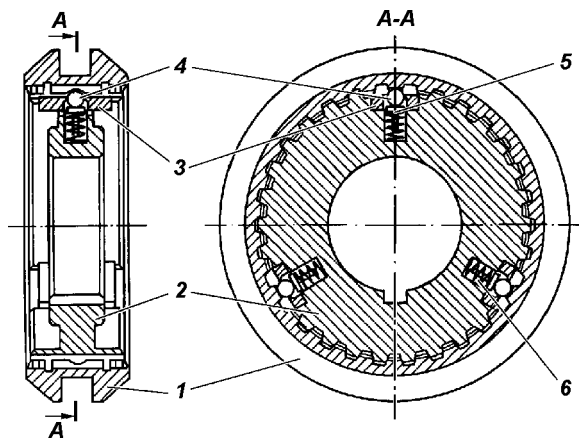

Рис. 6.66. Муфта синхронизатора со ступицей:
2. Заложите в ступицу три пружины (рис. 6.66), три направляющие пружин, три шарика и три сухаря и установите на ступицу муфту (муфта I и II передач изготовлена за одно целое с шестерней заднего хода).